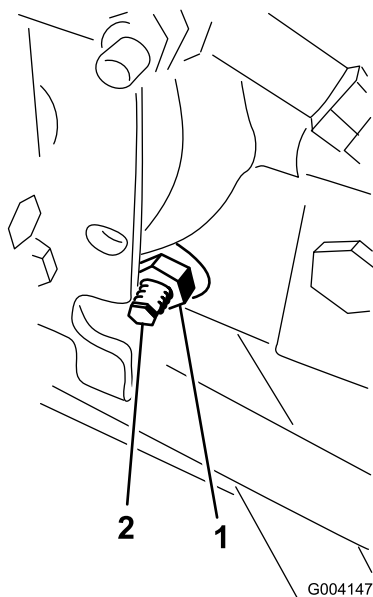

図 64
3. ハイドロスタットの右側にあるトラクション調整カムのロックナットをゆるめる 図 64。